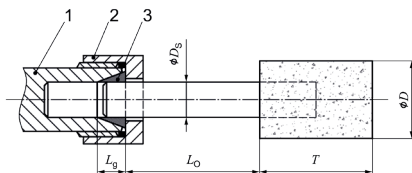

Рис. 1. - Длина зажима зажимного патрона и цангового зажима
- Обратите внимание, что при использовании малых шлифовальных кругов в связи с увеличением длины стержня между концом зажима и кругом необходимо снижать допустимую скорость вращения (вылет). Соблюдайте минимальную длину зажима 10 мм. (См. рис. 1 и рекомендации производителя малых шлифовальных кругов.)